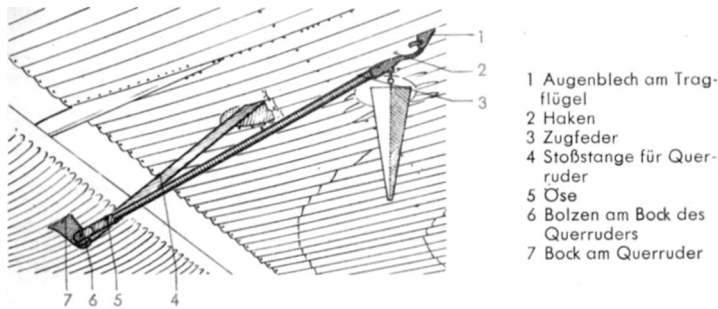

Abb. 8 Zugfeder zur Feststellung des rechten Querruders
**Die Feststellung des rechten Querruders** (Abb. 8) erfolgt mit einer Zugfeder (3), die mit dem Haken (2) in das Augenblech (1) am Tragflügel einzuhängen ist. Die Öse (5) der Zugfeder (3) wird in die Eindrehung des Bolzens (6) am Bock (7) des Querruders eingehängt.